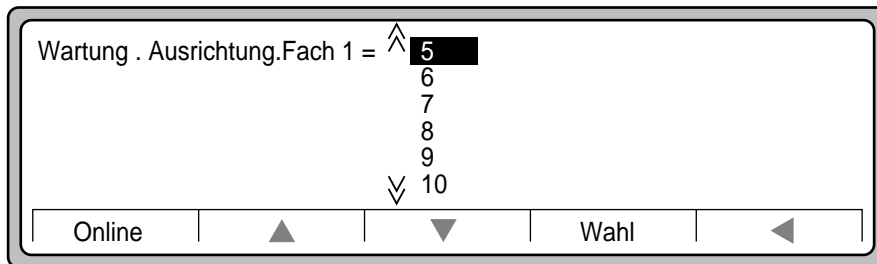

Abbildung 6-17 Fach1 Werte
7. Drücken Sie eine der Tasten ▲ oder ▼, um den neuen Wert für Fach1 aus dem Linealblatt zur Ausrichtung des einseitigen Drucks hervorzuheben. Der Wert kann zwischen -25 und +25 liegen (bei der Längsausrichtung für den doppelseitigen Druck liegt der gültige Wertebereich zwischen +7 und -7). Siehe Abbildung 6-17.